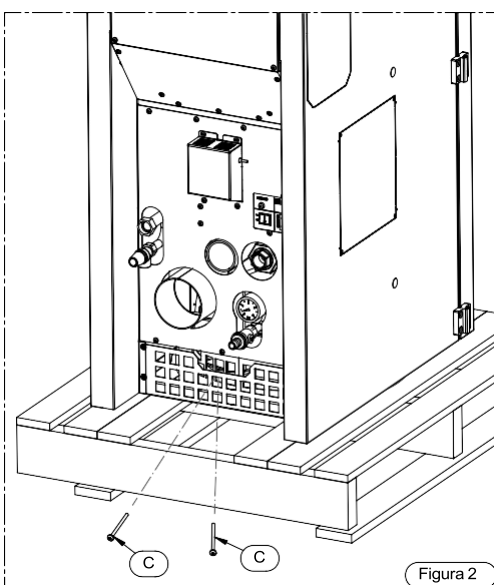

Figura 2
- Deșurubați cele 2 șuruburi C (vezi Figura 2).